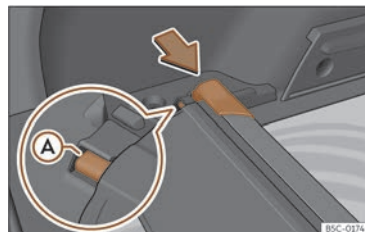

Fig. 188 În portbagaj: spațiu pentru depozitarea copertinei retractabile.
- Apăsați capătul copertinei retractabile în direcția indicată de săgeată, până când se fixează în compartiment >>> **fig. 188**. Asigurați-vă că șina (A) se fixează în locașul corespunzător.